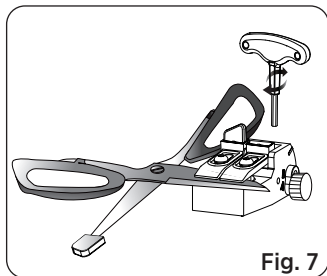

Fig. 7
3. Inserire la lama della forbice nei morsetti e serrarla saldamente. Assicurarsi che il bordo di taglio si allinei o superi leggermente il blocco di supporto inferiore. Regolare i morsetti superiori per adattare le forbici a diverse larghezze di lama (Vedi Fig. 7).